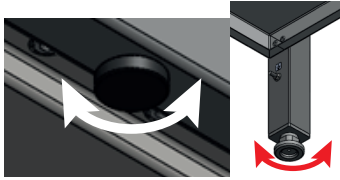

Bild 7. Ausnivellieren des Gerätes
- Das Gerät sollte auf einem Blatt oder einer stabilen, ausnivellierten Unterlage aufgestellt werden (es wird die Verwendung der von Stalgast GmbH. produzierten Unterlagen empfohlen). Bei Bedarf kann man das Gerät mit Hilfe der regulierbaren Beine, die sich unter dem Gehäuse des Gerätes befinden ausnivellieren (Bild 7).